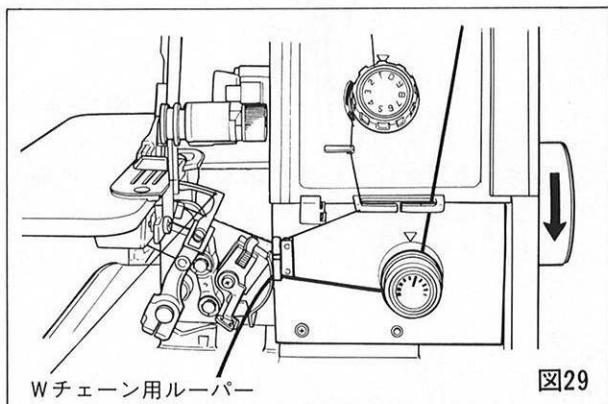

図29
- はずみ車を廻わし、Wチェーン用ルーパーを最右点の位置にする。(図29)